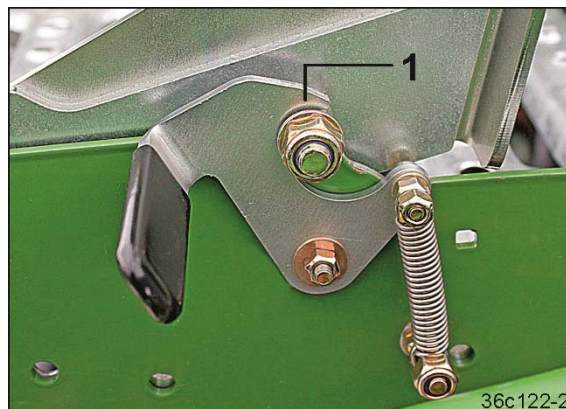

Рис. 121
2. Проследите, чтобы задвижка (Рис. 121/1) зафиксировалась.